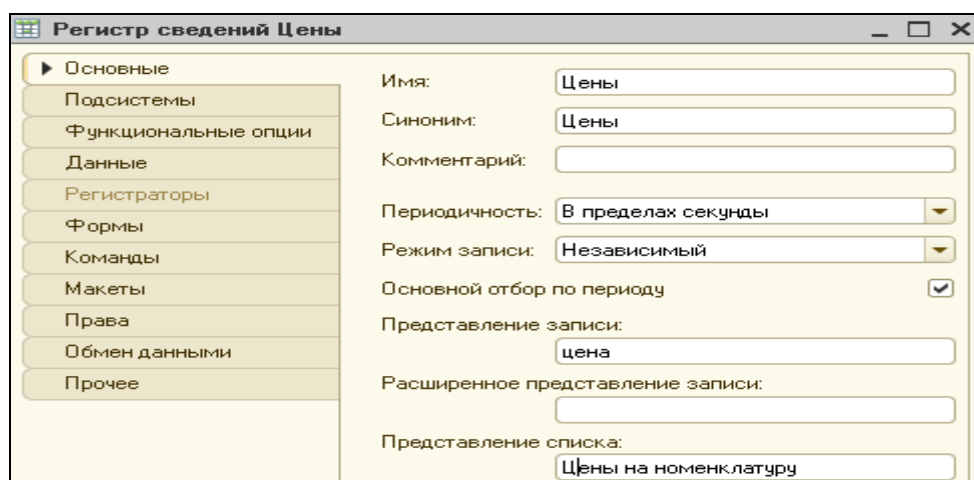

Рисунок 3.13 Регистр сведений Цены
2. Настроить закладку регистра **Основные** по образцу (рис.3.13).